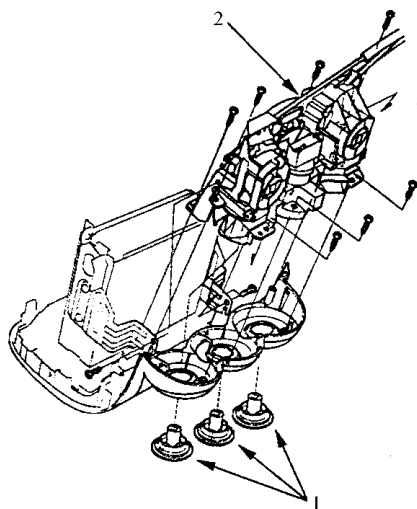

图 10-11 拆卸刻度板
- 3) 如图 10-11 所示, 拆卸刻度板, 然后, 拆卸自攻螺丝和加热器控制面板。